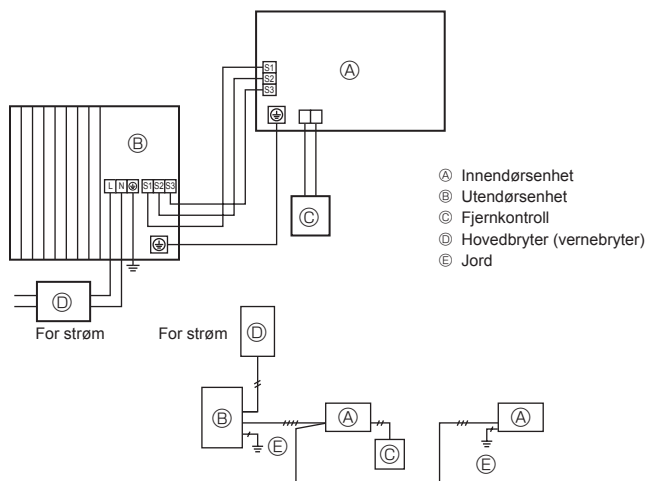
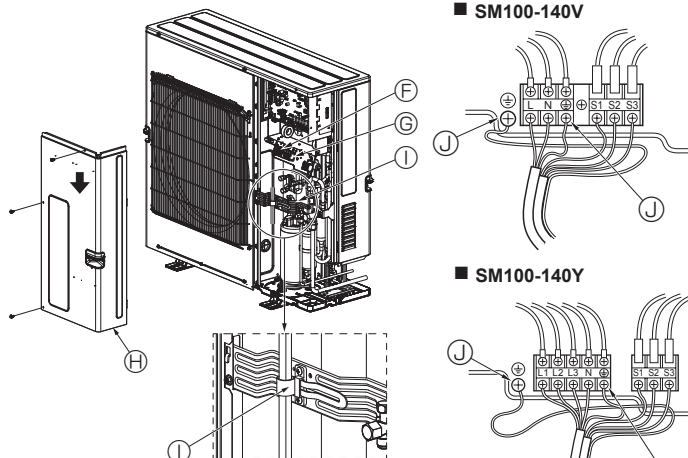

Fig. 6-1
Fig. 6-2
6.1. Utendørsenhet (Fig. 6-1, Fig. 6-2)
① Fjern servicepanelet.
② Kople til kablene med henvisning til Fig. 6-1 og Fig. 6-2.